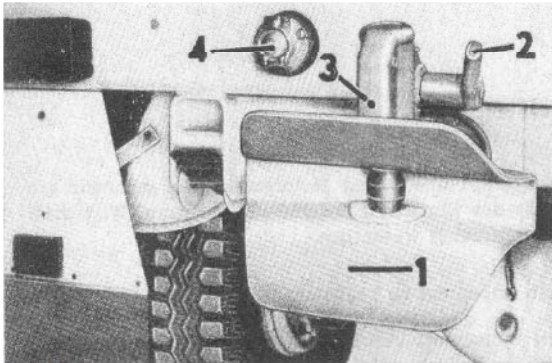

Bild 44
Bei neuen Fahrzeugen ist bis 1000 km kein Anhänger mitzuführen. Für den IFA-Multicar 25 ist die Anhängerkupplung A 103 TGL5048 Typ BK63 Zeichnungs-Nr. 2220000116 zu verwenden. Bei Nachbestellung ist die Zeichnungs-Nr. unbedingt anzugeben. Bei dieser Ausführung ist die Automatik um 90° gedreht, so dass der Betätigungshebel (Bild 44/2) auf der rechten Seite liegt und in Fahrtrichtung betätigt wird.
- Zum Kuppeln eines Anhängers wird die Anhängerkupplung (Bild 44/1) durch drücken am Betätigungshebel (Bild 44/2) geöffnet. Beim Einführen der Zugöse in das Fangmaul löst diese den automatischen Kuppelvorgang aus.
- Der Anzeigestift (Bild 44/3) am Automatikgehäuse zeigt an, ob die Kupplung geschlossen bzw. geöffnet ist. Ist die Kupplung ordnungsgemäß geschlossen und gesichert, dann steht der Anzeigestift am Automatikgehäuse nicht mehr vor.
Anschluss des Verbindungskabels für die elektrische Anlage siehe Bild 44/4.